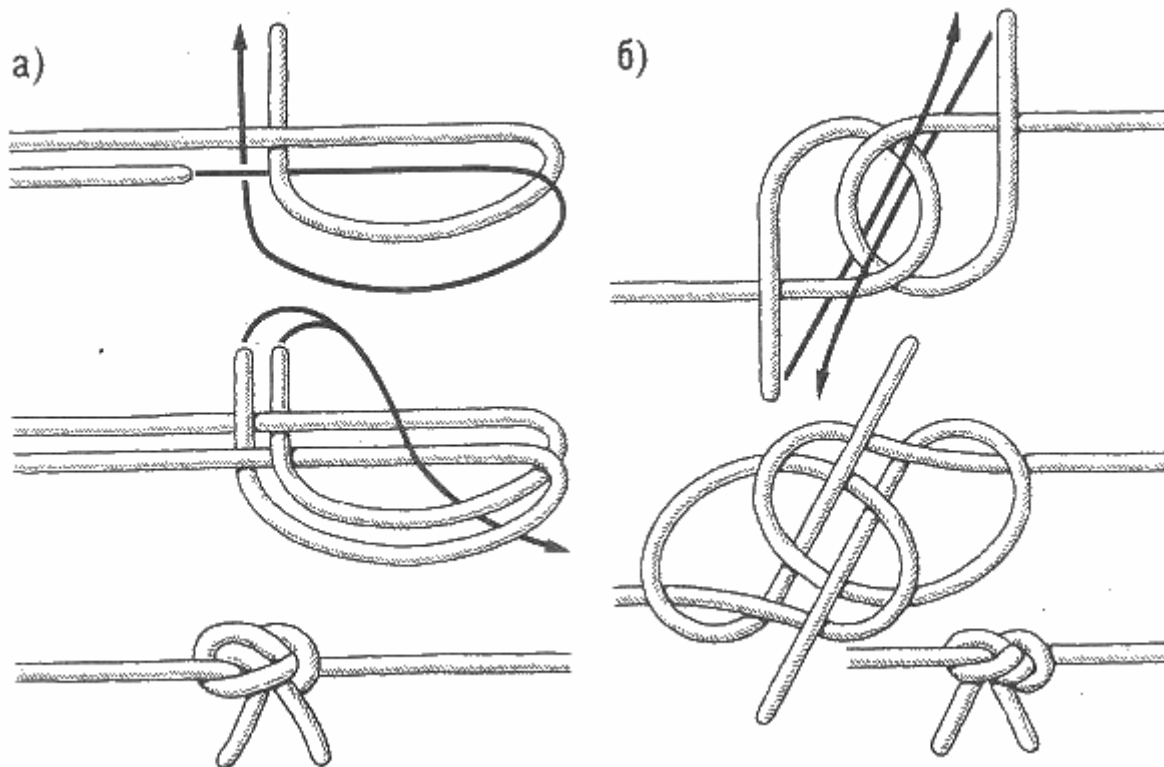

Рис. 41. Скорняжный узел:
**Скорняжный узел** (рис. 41). Кажется странным, что этот замечательный узел, давно известный скорнякам, до сих пор остался незамеченным моряками. Его схема говорит сама за себя. Он сравнительно прост, имеет достаточно пересеченных концов и компактен (рис. 41, а). Кроме того, скорняжный узел обладает отличным свойством: рассчитанный для сильной тяги, он крепко затягивается, но и без особого труда развязывается. Этот узел с успехом можно применять для связывания синтетических тросов и рыболовных лесок. На рис. 41, б показан второй способ его вязки.